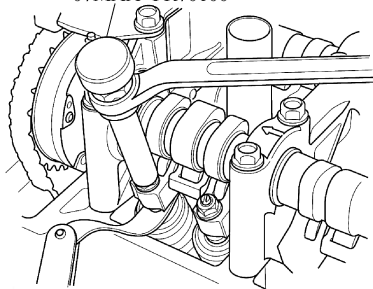

图 2-50 进行间隙调整
5) 如果感觉到拖滞太大或太小, 则用挺杆调节扳手组件松开锁紧螺母, 并转动调整螺钉, 直到塞尺的拖滞程度合适, 见图 2-50。